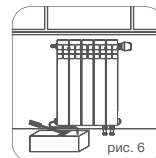

рис. 6
- 8.5. По завершению монтажных работ выполнить испытания систем отопления в соответствии с требованиями СП 73.13330.2016 «Внутренние санитарно-технические системы зданий». Гидростатическое испытание водяных систем и приборов отопления должно проводиться под давлением, в 1,5 раза превышающем рабочее давление (пример рис. 6). Если рабочее давление более 10 бар (1,0 МПа), испытание проводить без вентиляной вставки. По факту проведения испытаний составляется акт ввода системы и приборов в эксплуатацию в установленной форме.